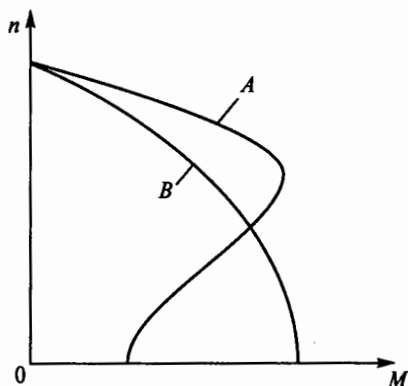

Рис. 219
**9.32.** Как можно получить для асинхронного двигателя с фазным ротором, работающего на естественной характеристике *A* (рис. 219), искусственную характеристику *B*?